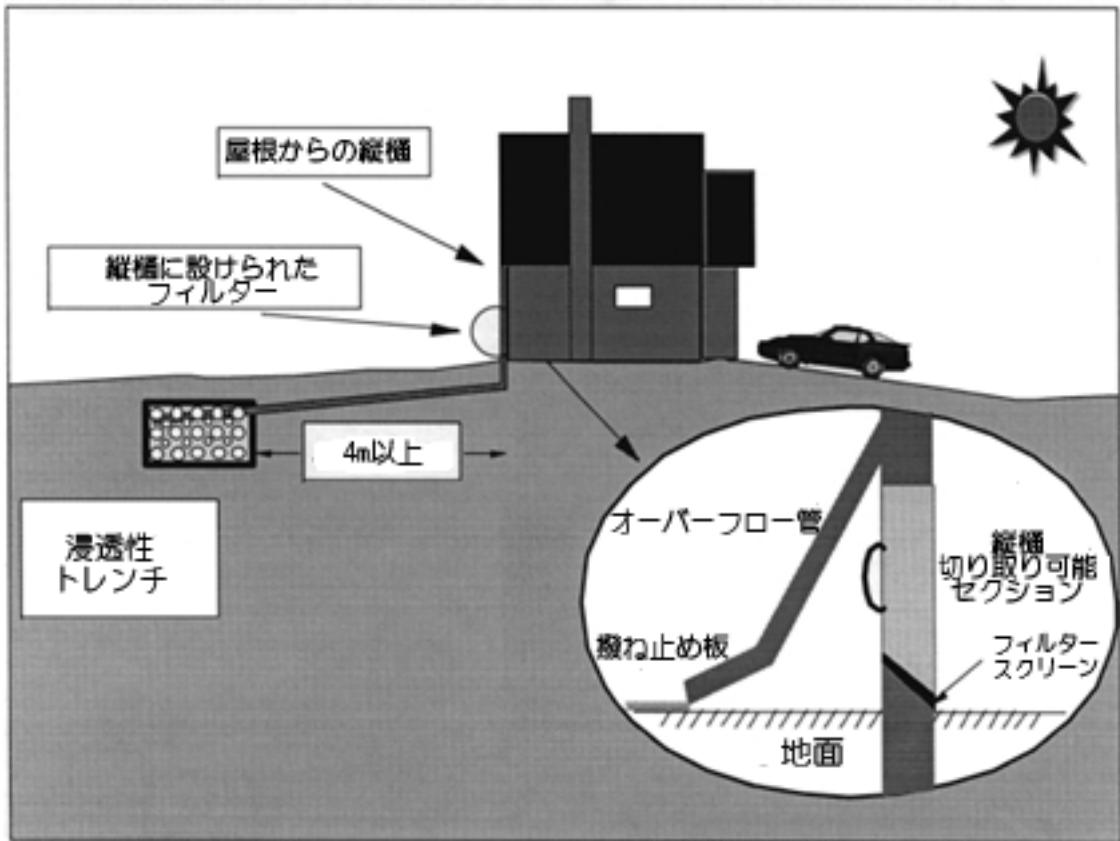

図 2. 縦樋からドライウエル（浸透性トレンチ含む）への放出
- ・ 屋根から浸透域に直接導く（図 2～4）
ドライウェルは小さく穴を掘り、骨材で埋め戻したものである。汚染されていない降雨流出のような「良い品質の」流出を浸透させるのに使われる。屋根表面からの流出は、縦樋を通して排水を窪地へと放出させ、そこで、石の詰まった貯留槽へと直接に導かれる。図 2～4 は、ドライウェルの設計例を示す。